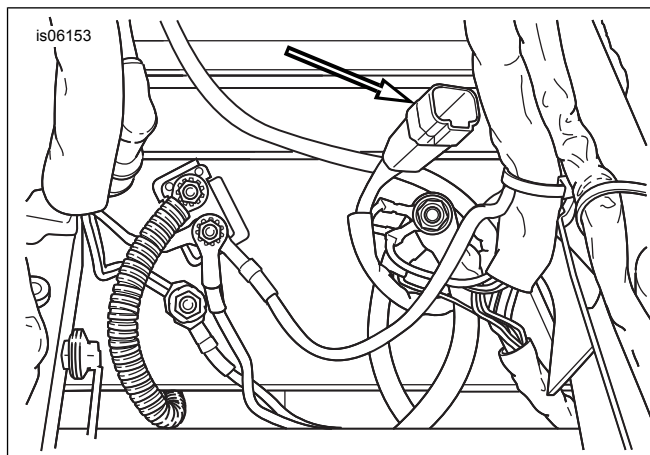

Figura 2. Ubicación del conector de accesorios [4] debajo del asiento
2. Localice el conector de accesorios de cuatro vías [4] en el área debajo del asiento. Vea Figura 2. Quite el tapón del conector de accesorios. Conecte el arnés de cables de extensión (7) de la luz de la rejilla para equipaje al conector de accesorios.